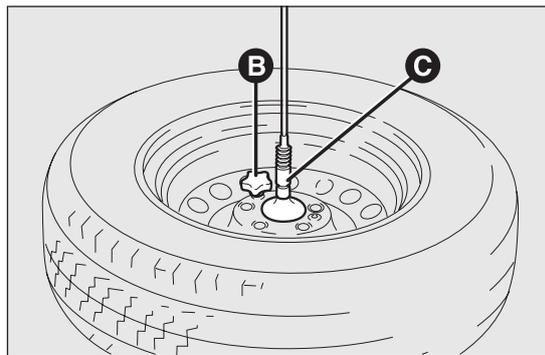

fig. 128
- sfilare il cappuccio B fig. 128 e sganciare il cavo di trattenimento, quindi liberare la ruota dal supporto dentato C svitando le 2 viti;